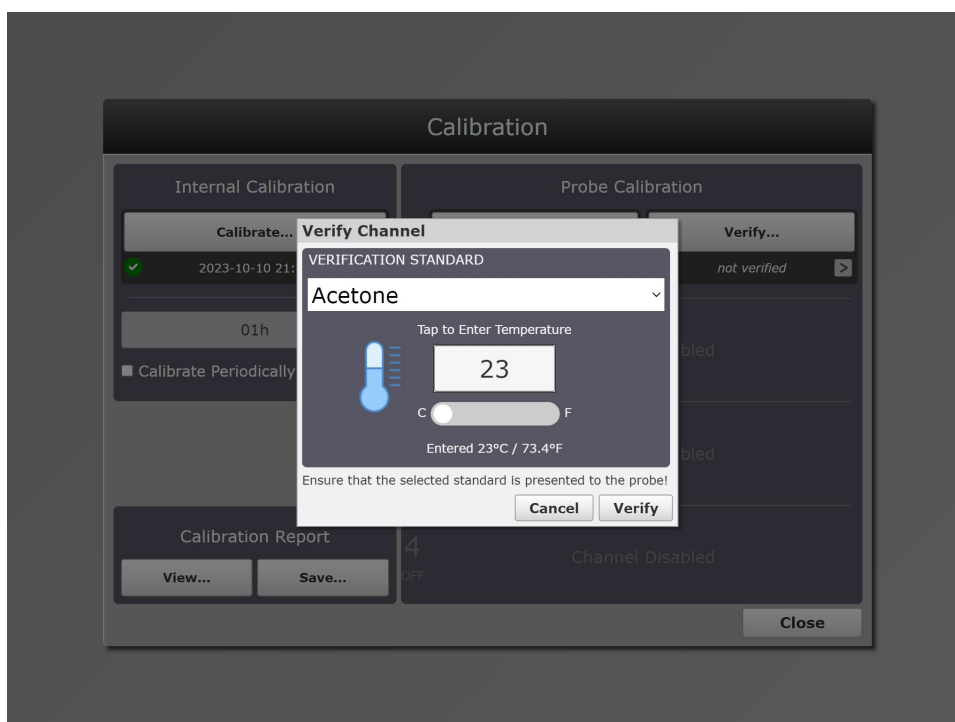

Abbildung 7. Anzeige Verify channel
- Nach dem Durchführen einer Intensitätskorrektur erscheint die Kalibrieranzeige wie in Abbildung 7 gezeigt. Die Schaltfläche **Verify** steht im Bereich Probe Calibration des Dialogfensters zur Verfügung.